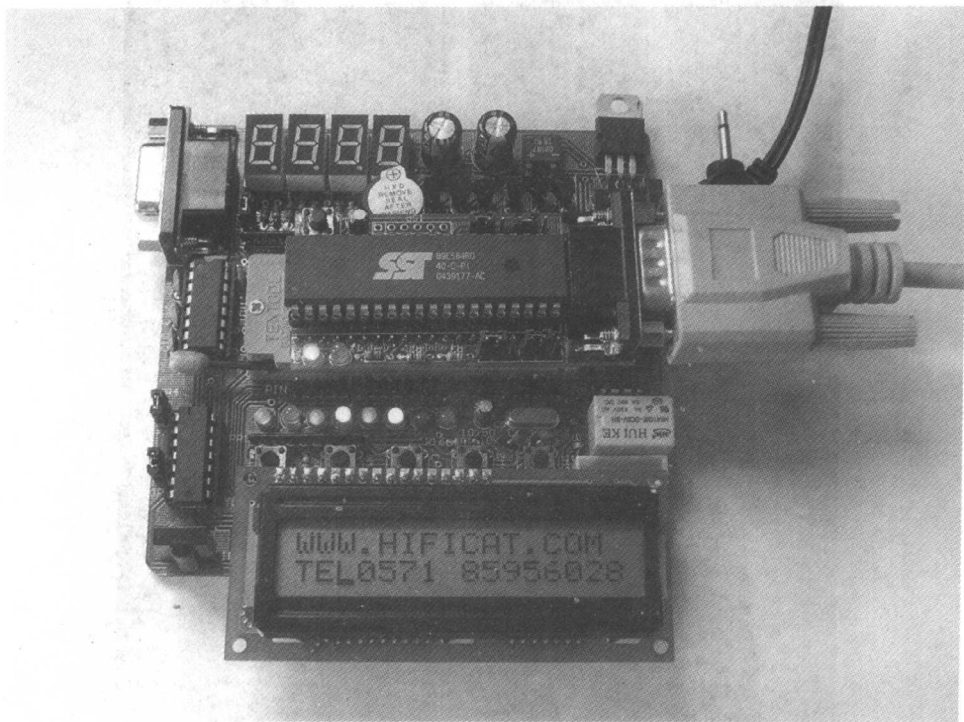
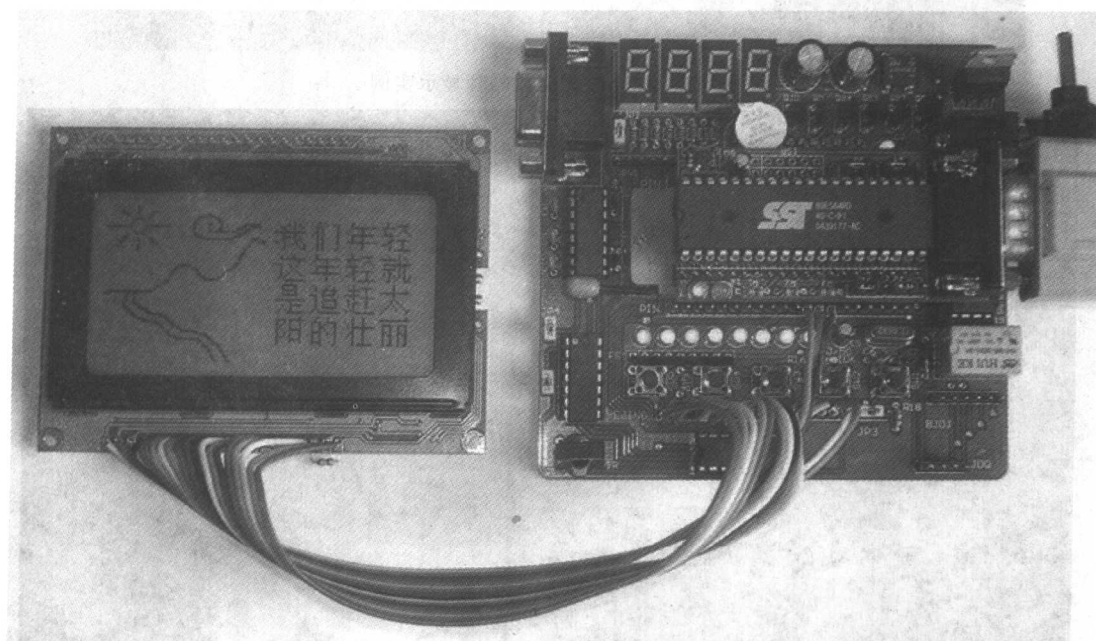

图 1-2 1602 液晶屏显示实例
图 1-6 12864 液晶显示实例
2) 应用实例之二：如图 1-2 所示，这是一个液晶屏显示的应用实例。1602 型液晶屏是
5) 应用实例之五：如图 1-6 所示，我们利用单片机来做液晶显示，与图 1-2 所示不同之